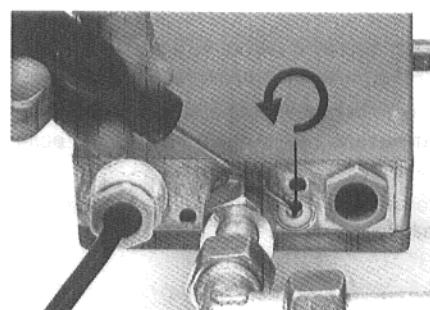

Рис. 9 VDK 200 A снизу
- Проверить заводскую установку, ввинтив дросселирующий винт до внутреннего упора, в направлении хода часовой стрелки (рис. 9).
Сократить время качки, вращая дросселирующий винт в направлении против хода часовой стрелки (рис. 9).